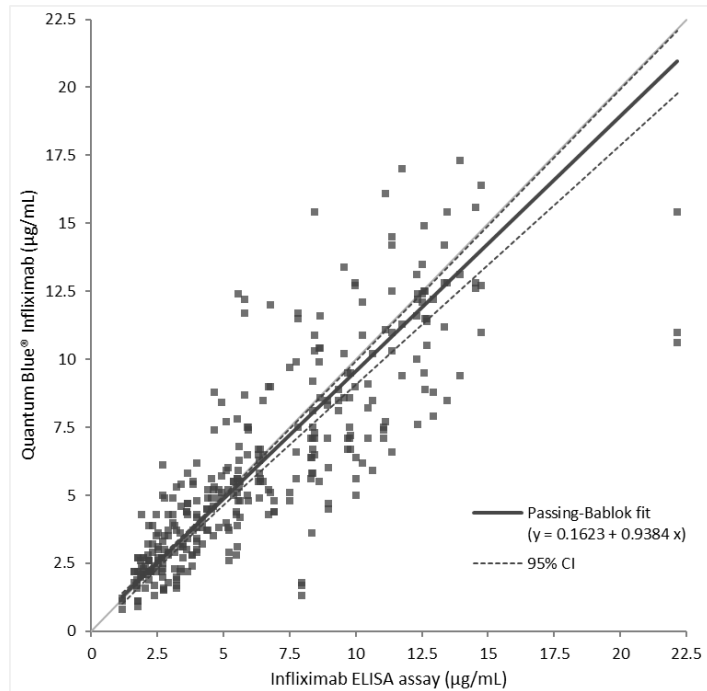

Figura 2
establecieron con una prueba ELISA de infliximab comercial (ref. 9). El sesgo se determinó mediante un análisis de regresión lineal de Passing-Bablok. Los resultados se resumen en la figura 2.